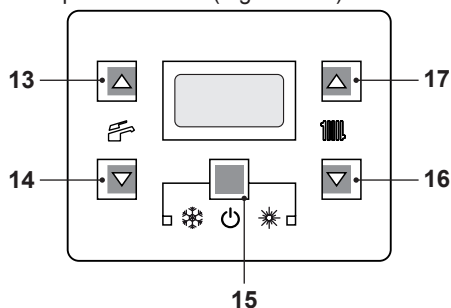
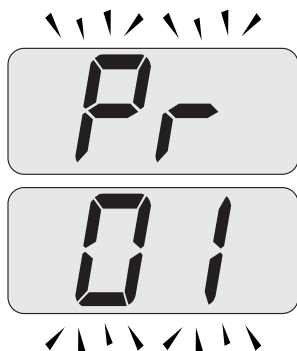
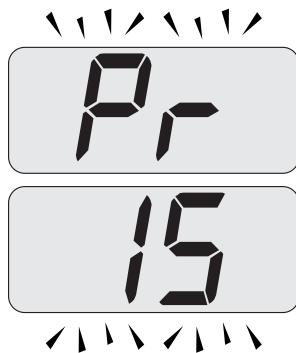

Figura 5.44
Figura 5.45
Figura 5.46
- Entrare in "modalità programmazione" premendo contemporaneamente per 10 secondi i tasti 15 - 16 - 17 (Figura 5.44) fino a far apparire sul display LCD le lettere **Pr** che si alternano con il codice **01**, indicanti l'entrata nel "parametro 01" (Figura 5.45).
indicanti l'entrata nel "parametro 15" (Figura 5.46).
- Premere contemporaneamente i tasti 15 e 17 (Figura 5.44) fino a far apparire sul display LCD il valore del parametro 15 (Figura 5.47).
- Premendo il tasto 15 (Figura 5.44) si ottiene la conferma del valore inserito.
- Premendo contemporaneamente i tasti 15 e 16 (Figura 5.44) si esce senza modificare il valore (ritorno alla lista parametri Figura 5.46)
- Premendo contemporaneamente per 10 secondi i tasti 15 - 16 - 17 (Figura 5.44) si esce dalla "modalità programmazione".
Comunque se la temperatura ambiente non dovesse essere confortevole si può aumentare o diminuire la temperatura di mandata dell'impianto riscaldamento di $\pm 15^\circ\text{C}$ agendo sui tasti 16 (diminuzione) e 17 (aumento) (Figura 5.44).